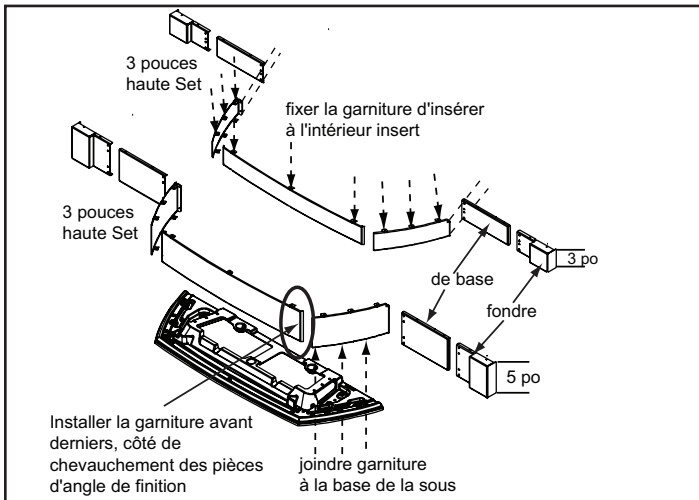

Figure 19.1
4. Posez le fond en fonte, face orientée vers le haut. Fixez D'ABORD les 2 pièces de côté, puis la pièce avant. **Figure 19.1**